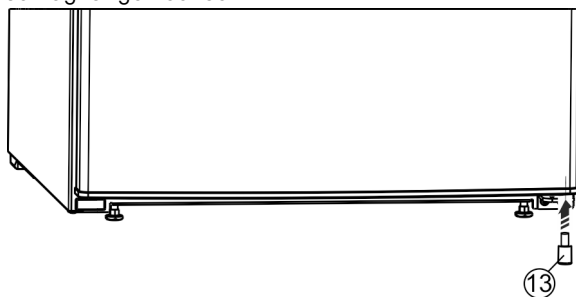

Fig. 22\*
- ▶ Das Distanzteil Fig. 22 (13) wieder rechts unten in die Tür einsetzen, weil es wichtig für die Standfestigkeit des Geräts ist.\*